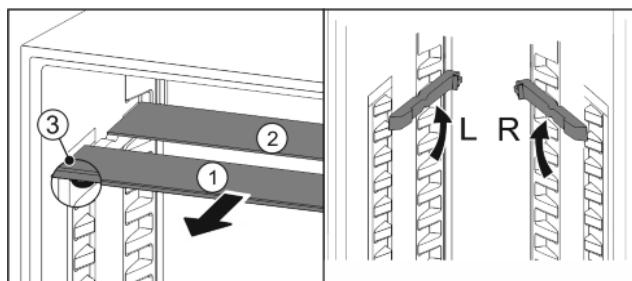

Fig. 22
- Посьуньте Fig. 22 (1) скляну панель вперед.
- ▷ Скляна панель Fig. 22 (1) зі стопорами лежить спереду.
- Стопори показують вниз Fig. 22 (3).